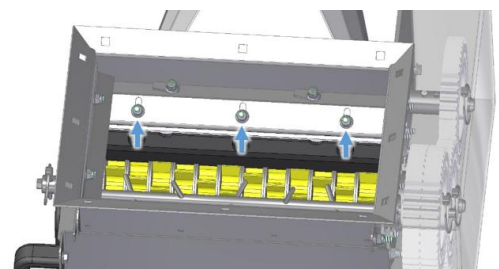

Abbildung 36
- Die drei Muttern (siehe Abbildung 36), mit dem das Stützblech auf der Dosiereinheit befestigt ist, werden gelockert. Auf diesem Stützblech ist der obere Besen und eine Abstreiflippe montiert.